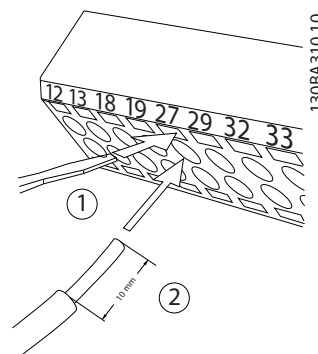

Bild 2.13 Ansluta styrkabeldragning
- Öppna kontakten genom att infoga en liten skruvmejsel i skåran ovanför eller under kontakten, enligt vad som visas i Bild 2.13.